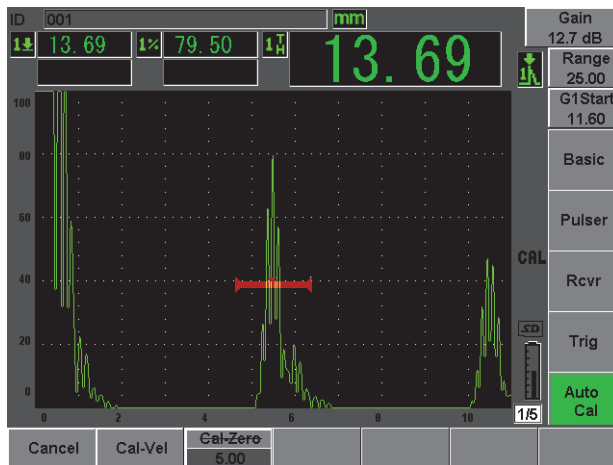

Abbildung 2-15 Blende 1 Start
11. Mit **[2ND F] (AUTOXX %)** die Anzeige auf 80 % Bildschirmhöhe bringen (siehe Abbildung 2-15 auf Seite 52).